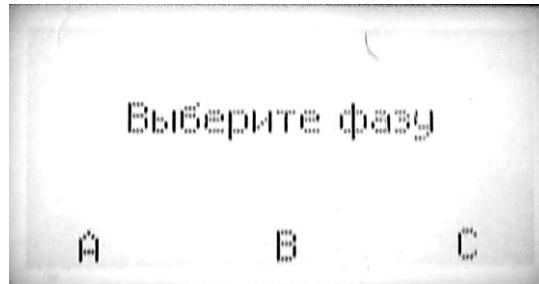

Рис.4
6.4.7. Нажать кнопку блока управления «ВЫПОЛНИТЬ». При этом включится сирена (на1-2с.) и красный сигнальный светильник. После чего на экране БУ появится сообщение «ВЫБЕРИТЕ ФАЗУ» (рис. 4)
6.5.12. Нажать кнопку блока управления «ВЫПОЛНИТЬ», при этом включится сирена (на 1-2с.) и красный сигнальный светильник. После чего на экране БУ появится сообщение «ВЫБЕРИТЕ ФАЗУ» (См. рис.4.) Фазу выбирать нажатием кнопки, расположенной под соответствующей надписью «А», «В» или «С».